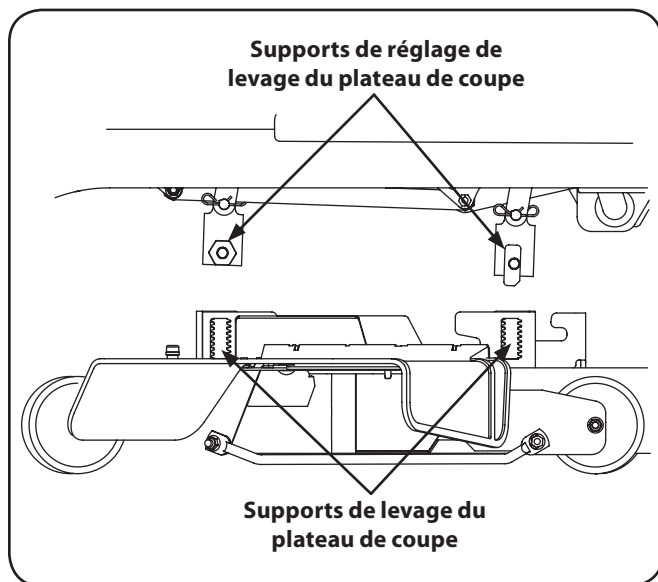

Figure 7-6
2. Faites glisser le plateau sous le tracteur sur le côté droit, en alignant les supports de réglage de levage avec les supports de levage du plateau. Consultez la figure 7-6.